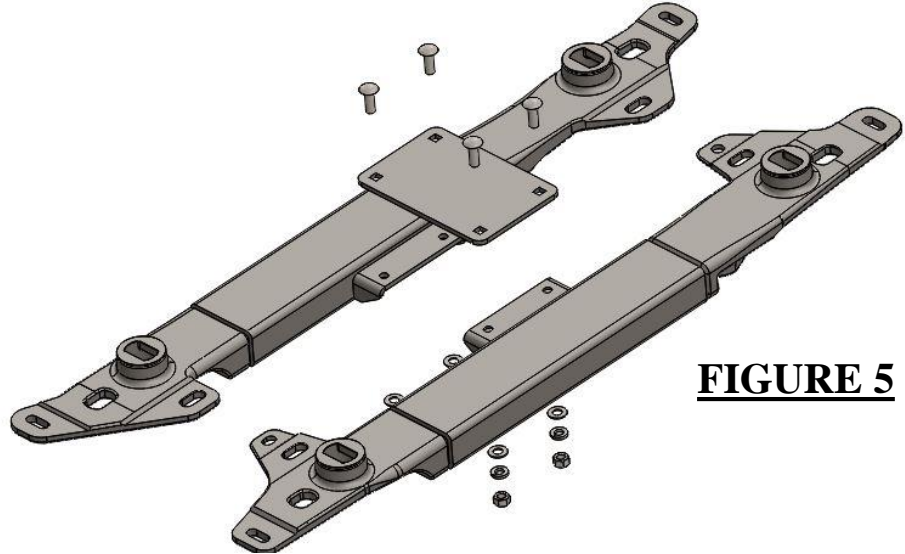

FIGURE 5
Assemblage des traverses de montage - Figure 5
1. Ramasser les articles numéros 1, 2, 5, 6, 7, 8 et 9 et les assembler selon l'illustration ci-dessous à la figure 5.